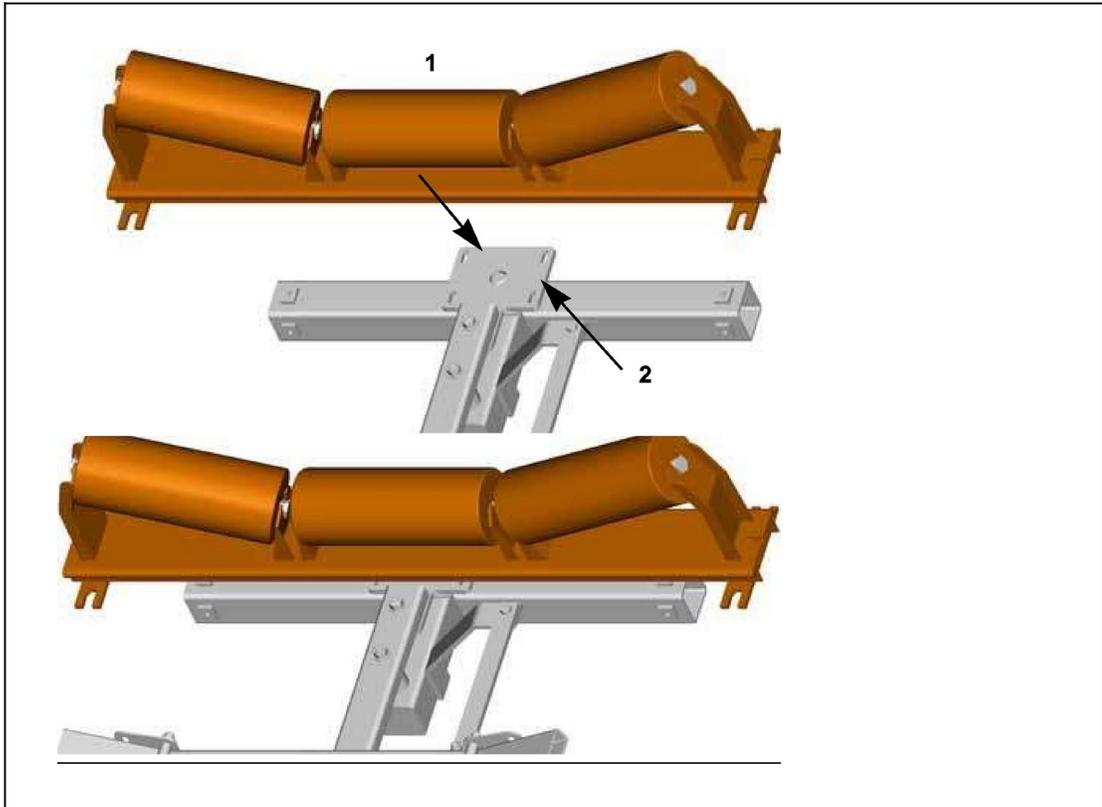

Fig. 14: Montaje de la estación de rodillos en artesa/soporte de la estación de rodillos
1. Retire la estación de rodillos en artesa (1, Fig. 14) existente en el sistema de banda transportadora.
2. Fije la estación de rodillos en artesa al soporte de la estación de rodillos (2, Fig. 14) del alineador con tornillos o soldándola.